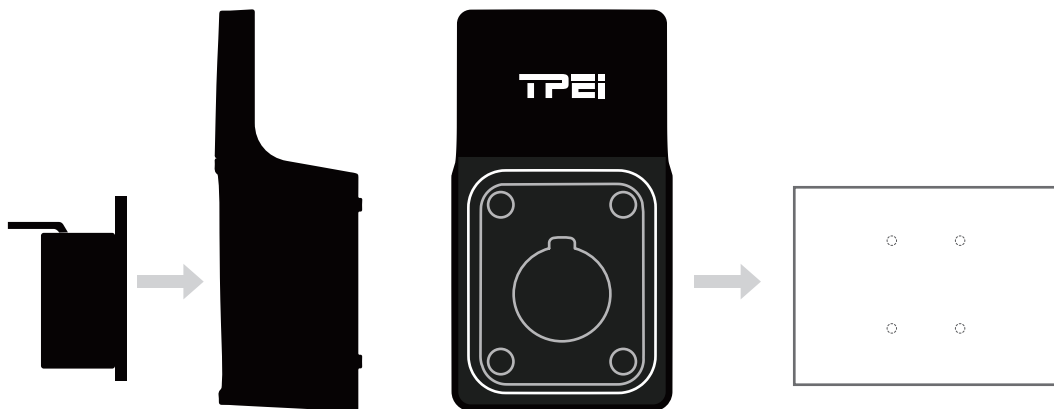

Abb. 5-22
4. Stecken Sie die Ladesteckdose in die Ladestation. (Siehe Abb. 5-22)